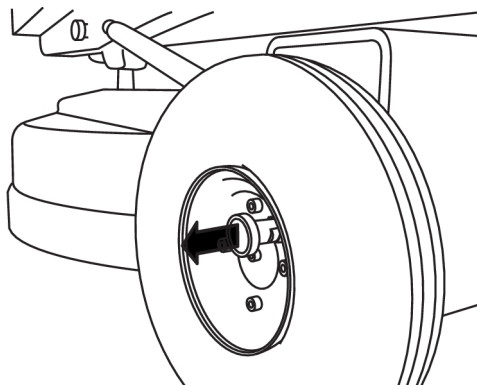

Figura 4-3. Desacoplar ruedas
1. Desacoplar las ruedas tirando del pasador de bloqueo recto hacia afuera, ver Figura 4-3, página 19.
Girar la manivela en la parte delantera de la rueda de apoyo para ajustar la altura e inclinar la máquina para separar el cabezal de pulido de la base. La pulidora se puede trasladar empujándola a mano por detrás. Comprobar que el bloqueo de ruedas está desacoplado, según Figura 4-3, página 19.